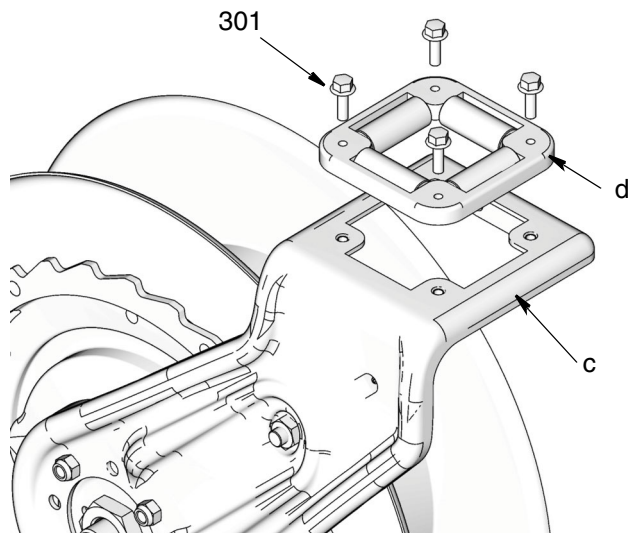

FIG. 15
3. Desserrez puis retirez les vis (301) qui maintiennent le guidage de l'enrouleur de flexible (d) à son bras de guidage (c). Retirez complètement le guidage de l'enrouleur de flexible et l'arrêt de flexible (FIG. 15).